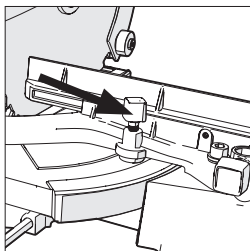

Fig. 20
- Allentare la manopola di bloccaggio impugnatura bisello (**Fig. 20**) ruotandola in senso antiorario.